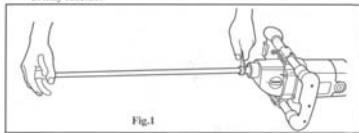

Fig.1
8.1 Montaje de la barra mezcladora- fig.1